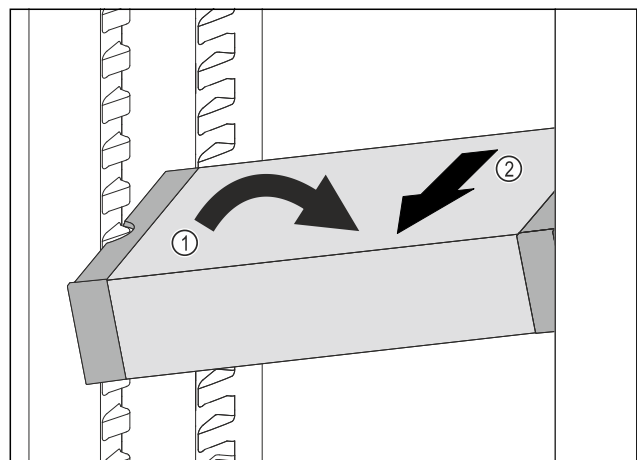

Fig. 124
- ▶ VarioSafe in het koelgedeelte schuin zetten. Fig. 124 (1)
- ▶ VarioSafe naar voren toe verwijderen. Fig. 124 (2)